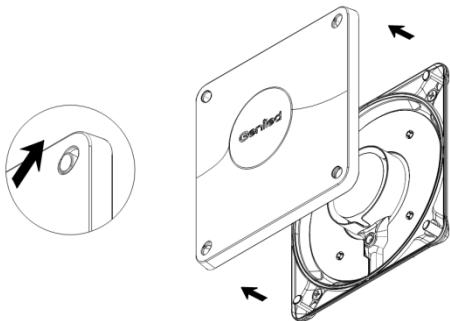

Рисунок 2 – Снятие рассеивателя.
- 5.5. Снимите переднюю крышку (рассеиватель) светильника Geniled Public, для этого нажмите и аккуратно отведите в сторону четыре клипсы крепления рассеивателя (Рисунок 2).